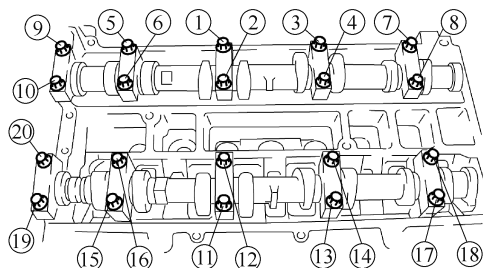

图 5-5 安装凸轮轴盖
25) 按图 5-5 所示数字的顺序分两步安装凸轮轴盖并暂时均匀拧紧两个或三个通道中的凸轮轴盖螺栓, 然后拧紧两个通道中的凸轮轴盖螺栓。